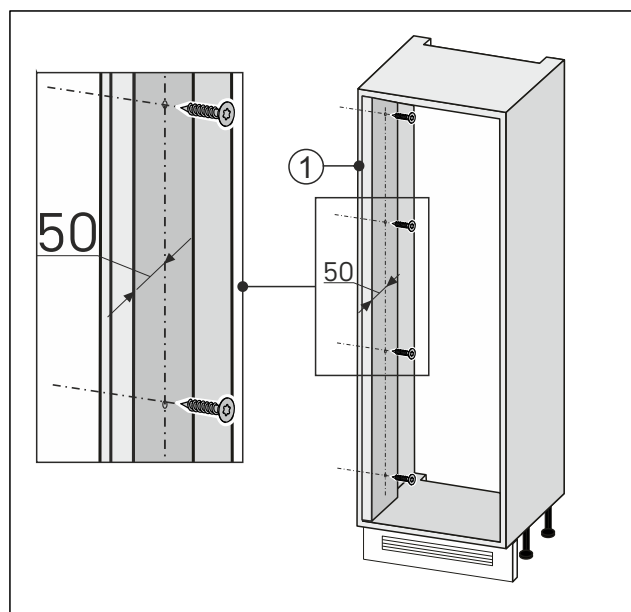

Fig. 88
- Skruva fast väggutjämnningen på dörröppningssidan Fig. 88 (1) mot möbelnischen.